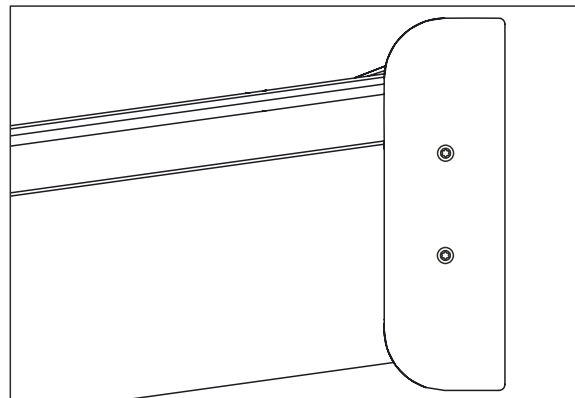

Abb. 2
2. Befestigen Sie die Seitenplatte SPW-A an beiden Seiten von dem Wandprofil. Siehe Abb. 2